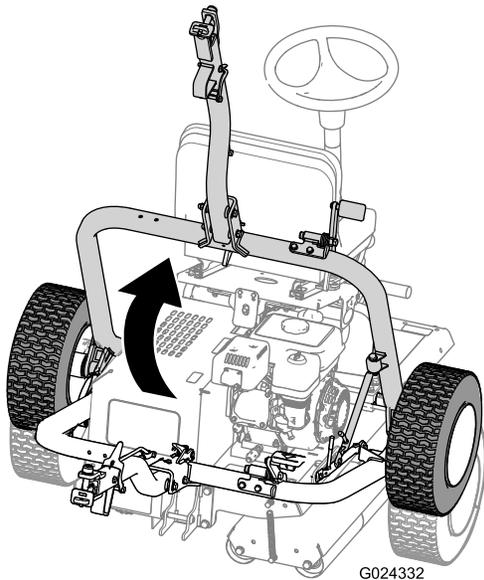

Bild 20
- D. Heben Sie die Anbauvorrichtung (Bild 20) an, bis der Sperrhebel in der seitlichen Arretierung einrastet (Bild 16).